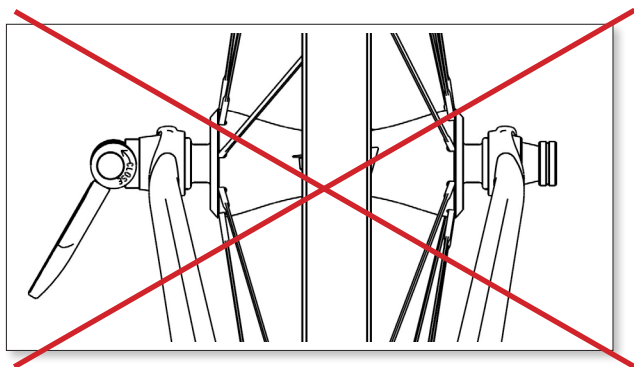
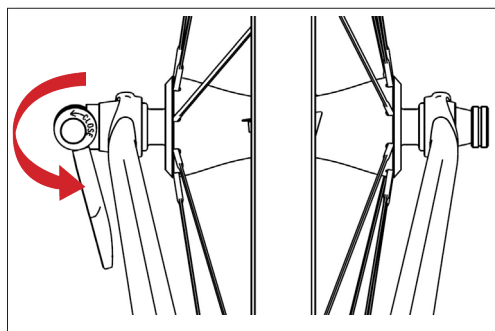

Figura 6
Figura 7
- Si por el contrario le resulta imposible cerrar totalmente la palanca (la **Figura 7** muestra la palanca cerrada correctamente y la **Figura 6** muestra que el bloqueo no está cerrado correctamente), ello significa que la fuerza de cierre es demasiado elevada. En ese caso, coloque la palanca en la posición abierta, desatornille la tuerca 1/8 de vuelta y cierre la palanca.